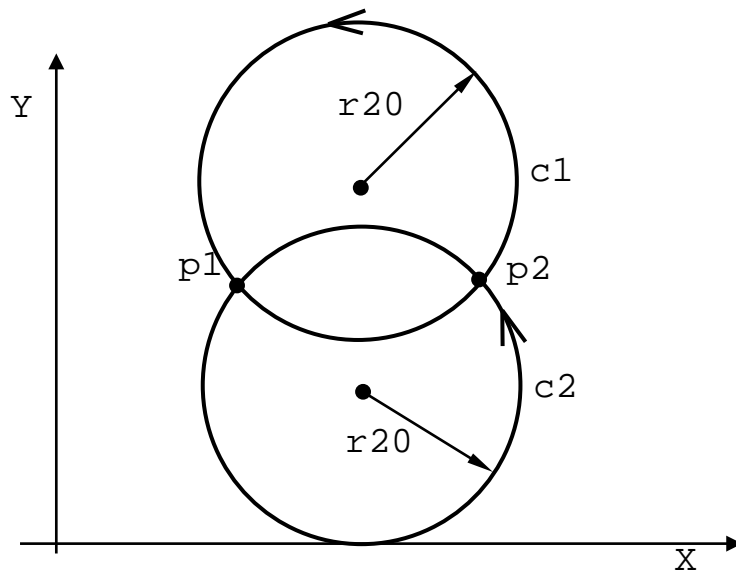

Рисунок 2.92
- окружность с данным радиусом, проходящая через две предопределённые точки (рисунок 2.92):